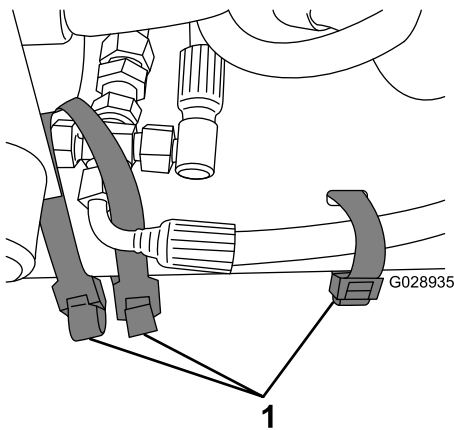

Figure 3
8. Veillez à bien mettre les flexibles des moteurs latéraux gauche et droit de niveau avec la traverse du châssis et fixez l'adaptateur en croix et les flexibles au cadre à l'aide de 3 serre-câbles (Figure 3).